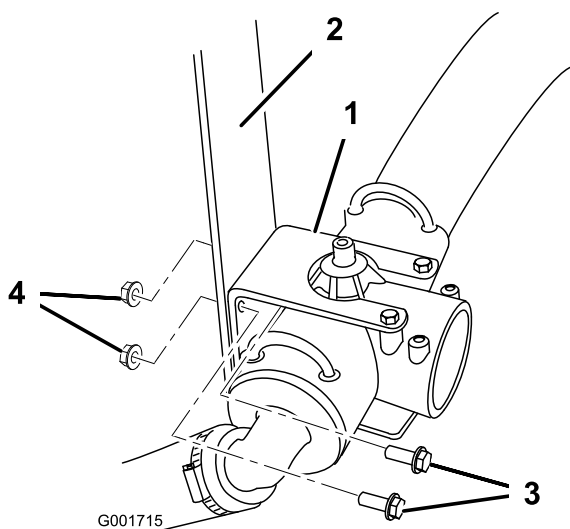

Figure 7
2. Retirez les 2 boulons et les 2 écrous qui fixent le raccord en T d'alimentation et son support au véhicule (Figure 7). Conservez les fixations pour la repose.